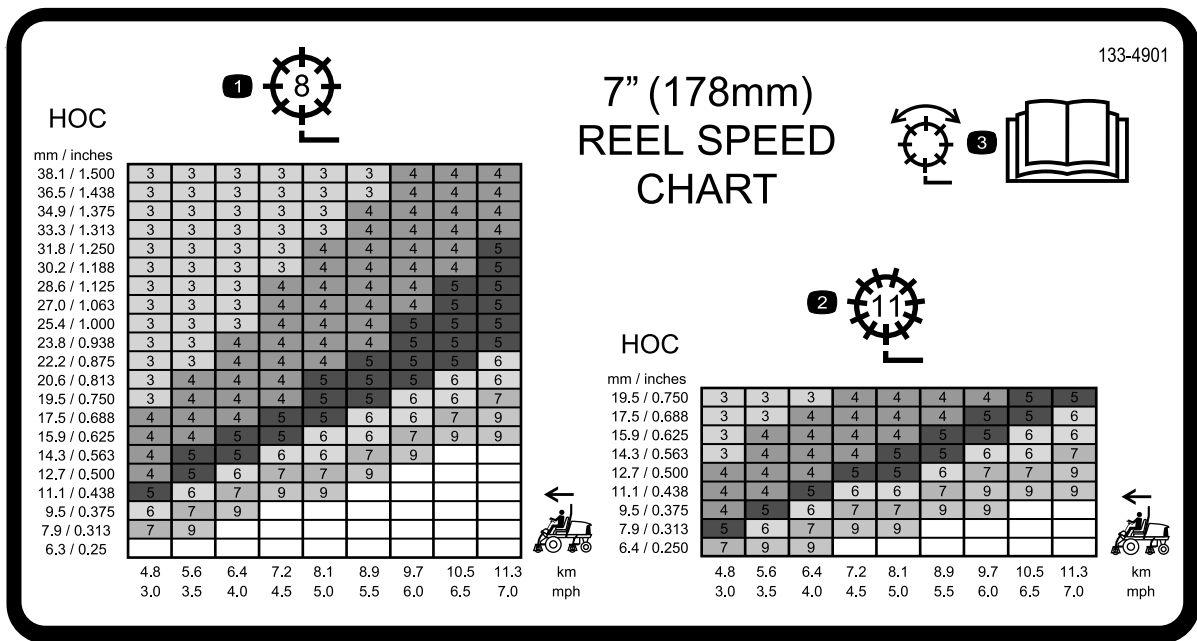

**Рисунок 35**
3. Для определения надлежащей скорости вращения барабана смотрите график на наклейках с таблицами скоростей барабанов (Рисунок 35 и Рисунок 36).